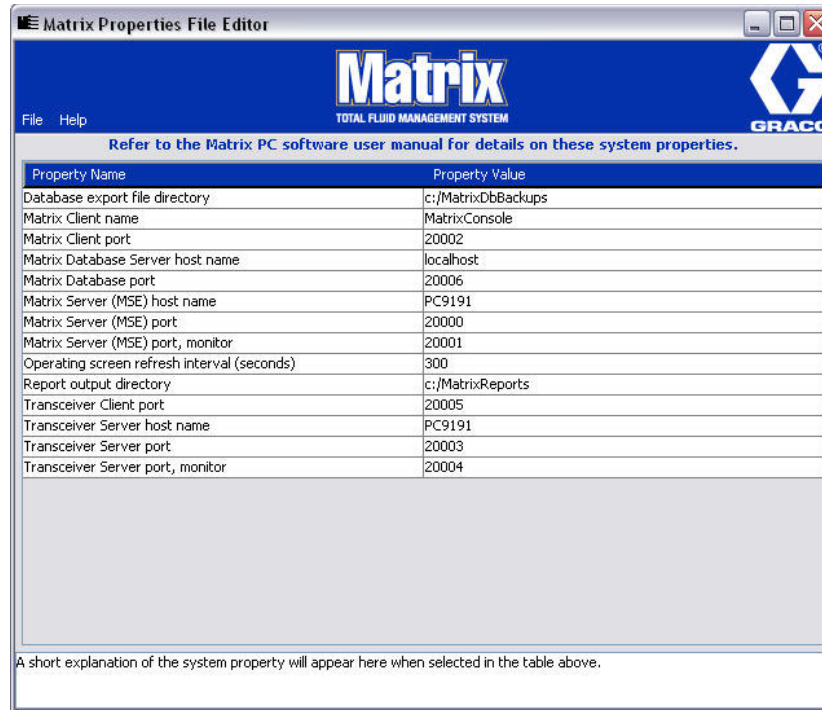

图 23
2. 编辑器是一个系统属性的两列列表，左侧是属性名称，右侧是其可供编辑的值（图 23）。单击属性选择它时，屏幕底部面板显示该属性的基本信息。